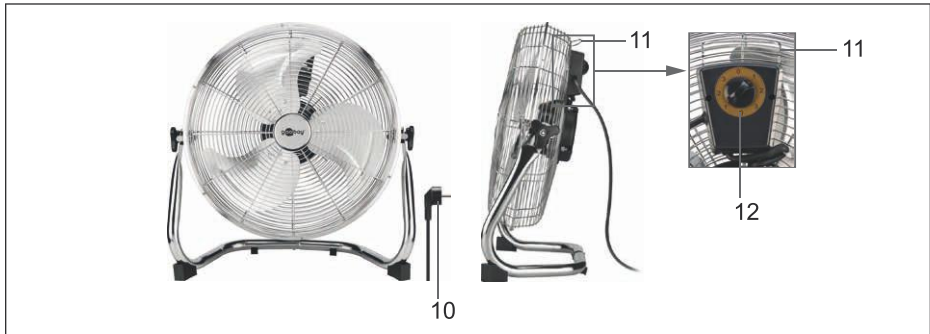

Fig.45: Volledig gemonteerde ventilator
1. Pak de retro-vloerventilator alleen vast aan de greep (11, afb. 45) en plaats hem op een stofvrij, stabiel en horizontaal oppervlak.
De ventilatiesnelheid kan met de vierstandenschakelaar (12, afb. 45) in 3 standen worden ingesteld: